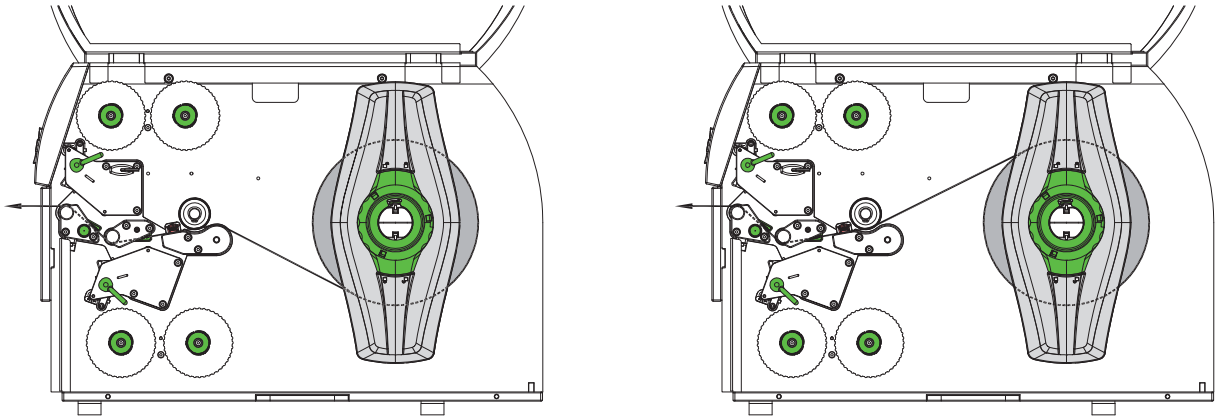
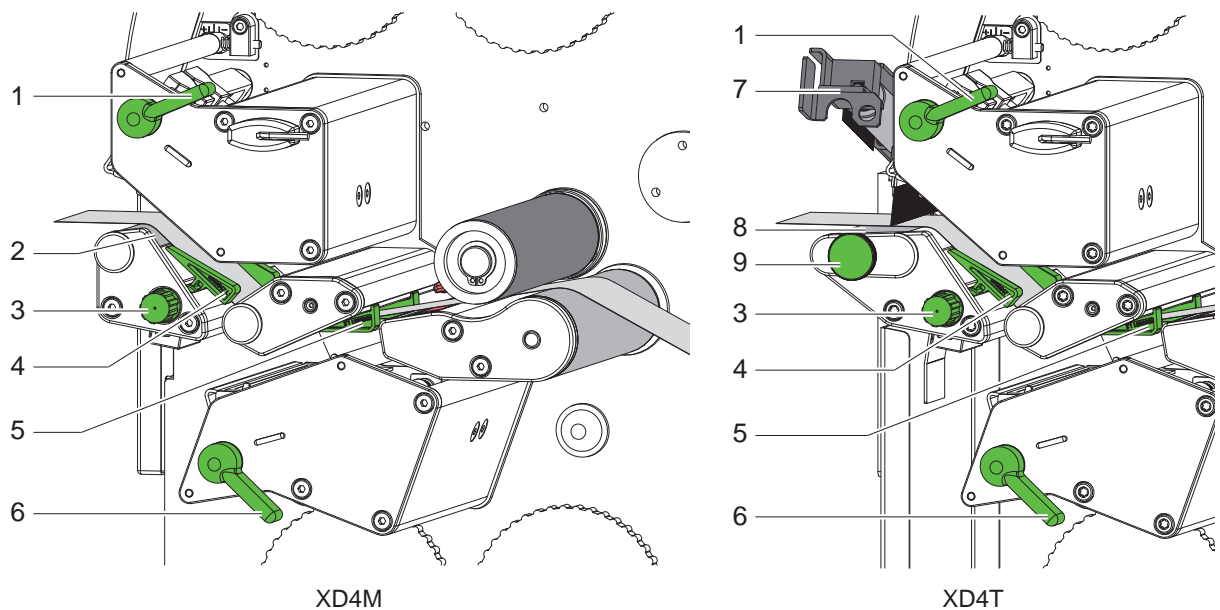

Bild 9 Materiallauf mit Zuführung von unten (links) und oben (rechts)
Bild 10 Material in Druckmechanik einlegen
1. Materialstreifen von ca. 50 cm Länge von der Rolle abwickeln und gemäß Bild 9 zur Druckmechanik führen.
2. nur XD4T : Rastbolzen (9) ziehen. Das Andrucksystem (7) schwenkt nach oben.
3. Hebel (1) in Gegenuhrzeigerrichtung und Hebel (6) in Uhrzeigerrichtung drehen, um beide Druckköpfe anzuheben
4. Führungen (4,5) durch Drehen am Knopf (3) so weit auseinander fahren, dass das Material dazwischen passt.
5. Material wie in Bild 10 durch beide Druckeinheiten bis zur oberen Druckwalze (2 / XD4M) bzw. bis zur Zugwalze (8 / XD4T) führen und zwischen den Führungen (4,5) platzieren.
6. Führungen durch Drehen am Knopf (3) dicht an die Materialkanten heranfahren.
8. nur XD4T : Rastbolzen (9) ziehen. Andrucksystem (7) nach unten drücken und mit Rastbolzen verriegeln.